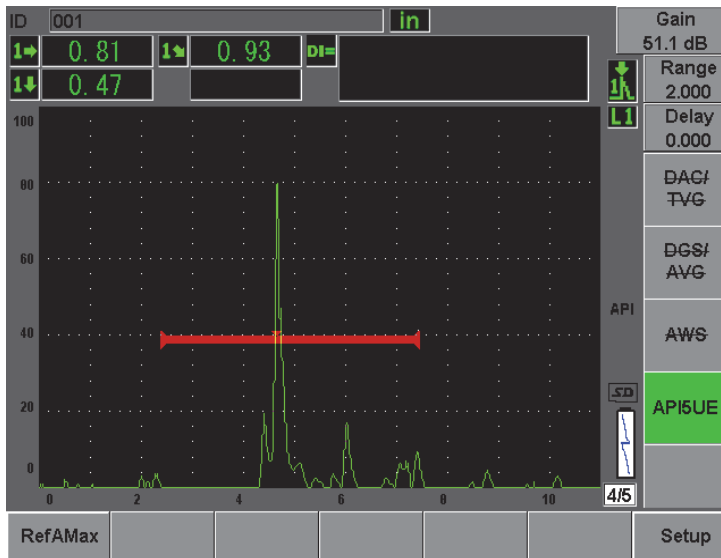

Рис. 12-25 Сохранение точки A_{\max}
5. Нажмите **[P1] RefAMax**, чтобы сохранить точку A_{\max} , а затем нажмите **[P1]**, чтобы подтвердить это (см. Рис. 12-25 на стр. 268).